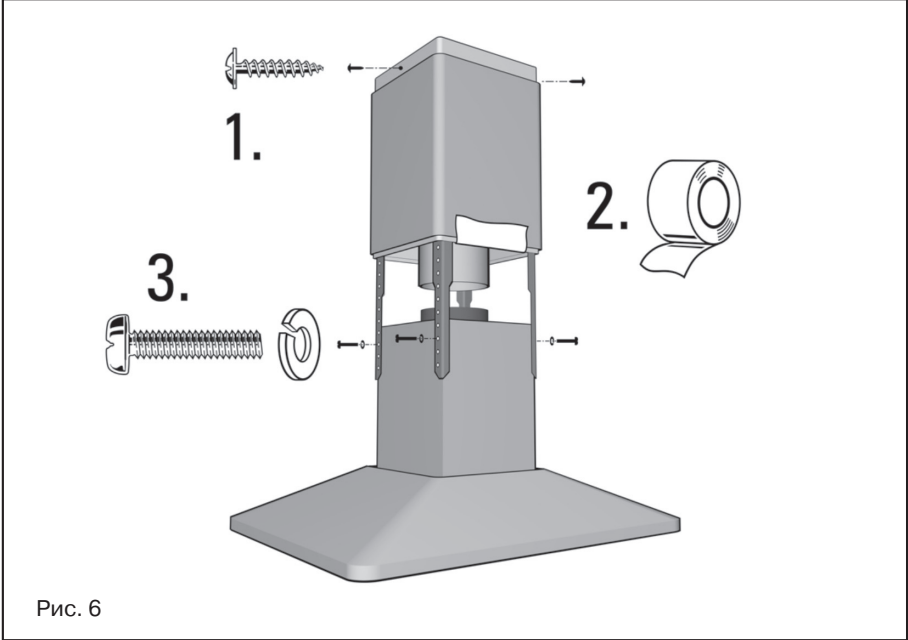

Рис. 6
5. Привинтите к несущей конструкции двумя винтами верхнюю секцию вытяжной трубы (рис. 6).
7. Сдвиньте нижнюю секцию вытяжной трубы вверх и закрепите ее таким образом, чтобы она не могла упасть вниз (рис. 6).
9. Вставьте вытяжку в несущую конструкцию и привинтите ее на нужной высоте (рис. 6).